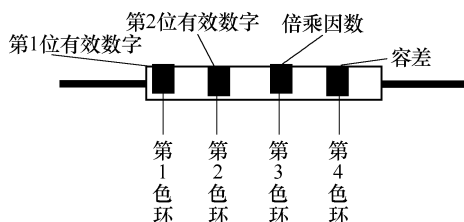

图 4-2 四色环电阻表示方法
1) 四色环电阻就是指用 4 条色环表示阻值的电阻，如图 4-2 所示。从左向右数，第 1 色环表示阻值的最大一位数字；第 2 色环表示第二位数字；第 3 色环表示阻值倍乘的数（数字后面添加“0”的个数）；第 4 色环表示阻值允许偏差（精度）。